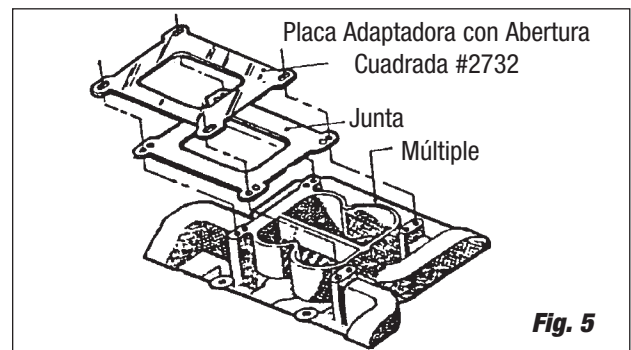

Fig. 5
5. **Usted debe de usar el adaptador #2732** cuando instale un carburador Serie Performer en ciertos múltiples en esas aplicaciones, instale el adaptador como se muestra (Ver Fig. 5).